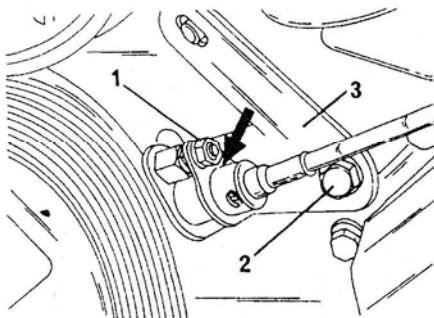

Рис. 36. Крепление датчика верхней мертвой точки на крышке распределительного механизма (четырёхцилиндровый двигатель).
- Снять датчик ВМТ (он срабатывает при нахождении первого поршня в ВМТ в такте сгорания). Для этого ослабить гайку (1) (рисунок 36), вытянуть провод датчика из кронштейна (3) и отвести провод в сторону, чтобы он не мешал. На пятицилиндровом двигателе датчик из-за недостатка места смещен на правую сторону крышки распределительного механизма.